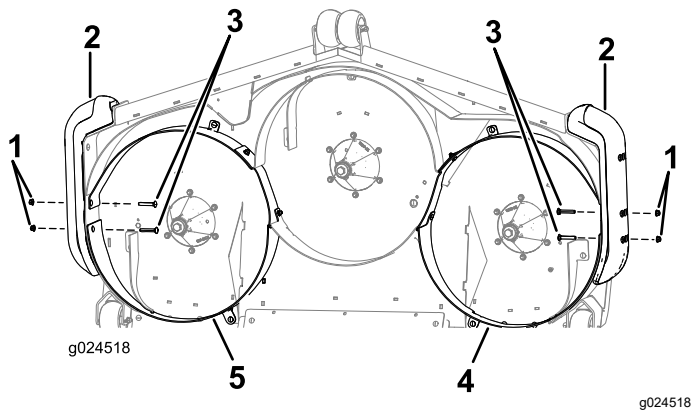

Bild 5
Hinweis: Stecken Sie die Schlossschrauben ($\frac{3}{8}$ " x $2\frac{1}{2}$ ") und Bundmuttern ($\frac{3}{8}$ ") lose in die Seite der Ablenkmaleche und der Stoßstange, um das Ausfluchten der Ablenkmaleche zu erleichtern (**Bild 5**).
1. Setzen Sie zwei Schlossschrauben (3/8" x 2-1/2") an jeder Seite durch das rechte und linke Ablenklech und die Stoßstangen (**Bild 5**).
2. Befestigen Sie die beiden Schlossschrauben an jeder Seite mit zwei Bundmuttern (3/8") (**Bild 5**).